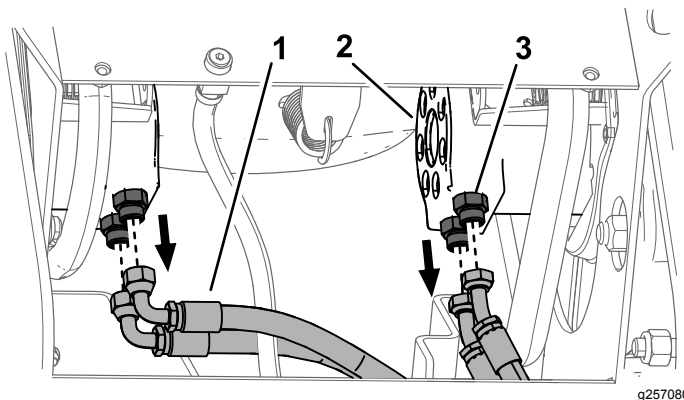

Figura 4
1. Posizionate degli stracci o un contenitore sotto le porte idrauliche del motore dei cingoli per raccogliere eventuale fluido mentre completate questa procedura (Figura 4).